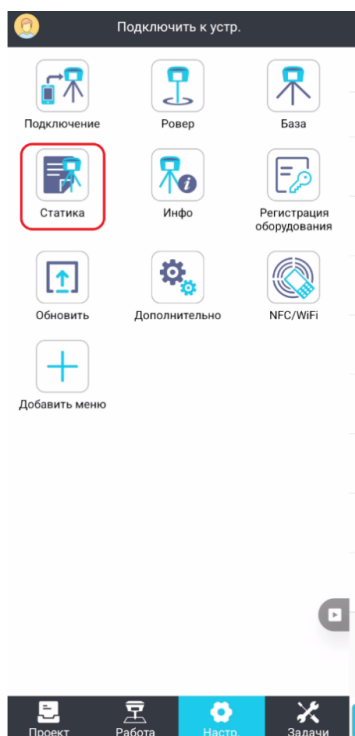

Рисунок 5.3.1
1. В классическом интерфейсе перейдите на вкладку **Настройки**, затем выберите **Статика** (Рисунок 5.3.1).